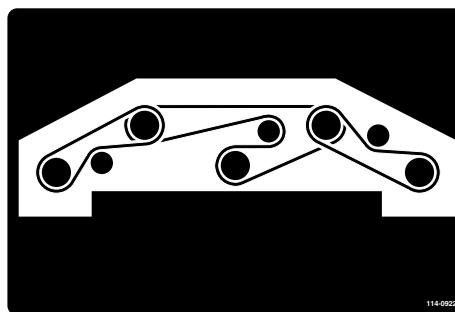

Bild 126
- Verlegen Sie den neuen Riemen um die Spindelscheiben und die Spannscheiben (Bild 126).